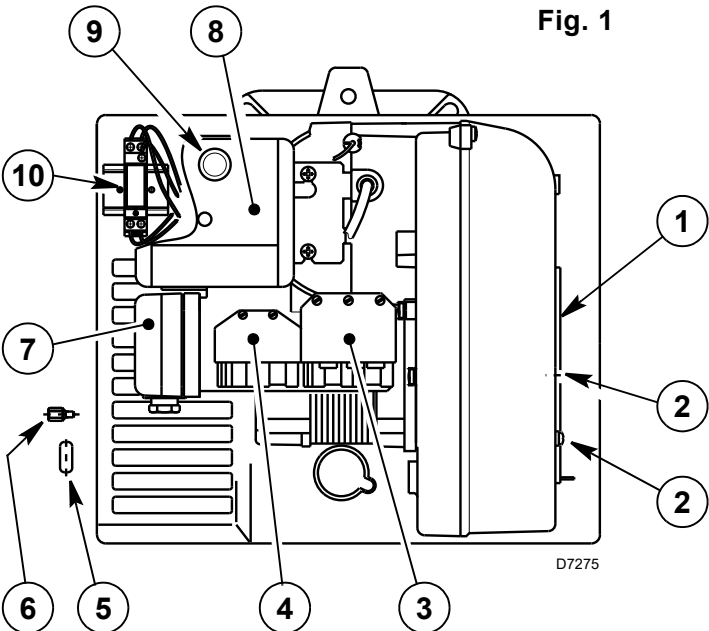

Fig. 1
- Il passacavo (5) dato a corredo, va montato dalla stessa parte della rampa gas.
- Verificare l'accessibilità alle viti di fissaggio del cofano una volta installato il bruciatore. Eventualmente sostituirle con quelle date a corredo (6, Fig. 1).